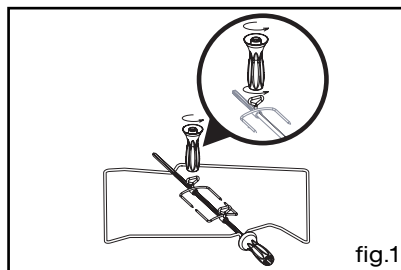

fig.1
- disposez le plat multi-usages au gradin N°1 pour recueillir les jus de cuisson ou sur la sole si la pièce à rôtir est trop grosse (fig.1).
- enfillez une des fourchettes sur la broche ; embrochez la pièce à rôtir ; enfillez la deuxième fourchette ; centrez et serrez en vissant les deux fourchettes à l'aide de la poignée (fig.1).
- Ouvrez complètement la porte et la bloquer à l'aide de deux butées rouges (fig.1). Elles sont fournies dans la poche plastique de votre appareil.